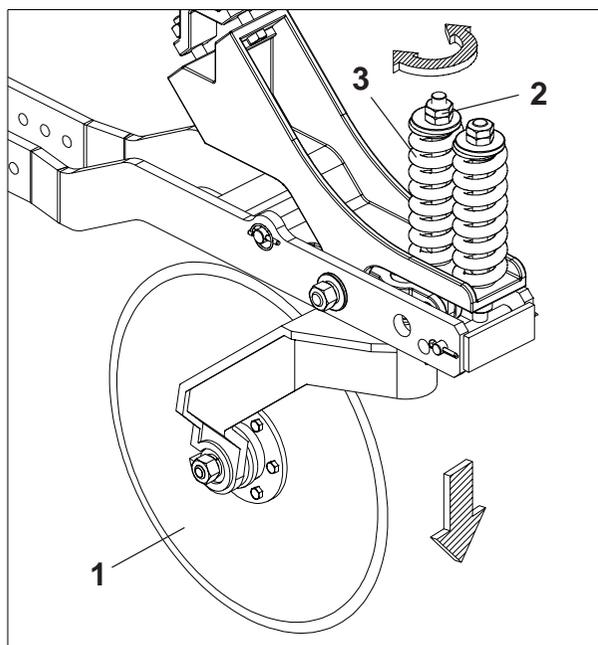

FIGURA 73
**REGULAGEM DE PRESSÃO DO DISCO DE CORTE ( FIGURA 73 )**
- Para regular a pressão do disco de corte (1), proceda da seguinte forma:
- Gire a porca (2) no sentido horário, para maior pressão na mola (3).
- Gire a porca (2) no sentido anti-horário, para menor pressão na mola (3).